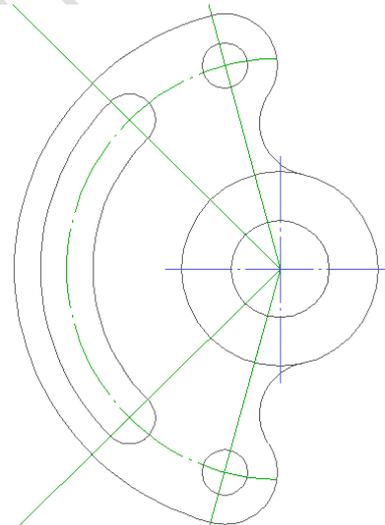

Рисунок 11. Готовый профиль чертежа
11. С помощью инструмента  «Триммирование» обрезаем ненужные части отрезков (см. рисунок 11).